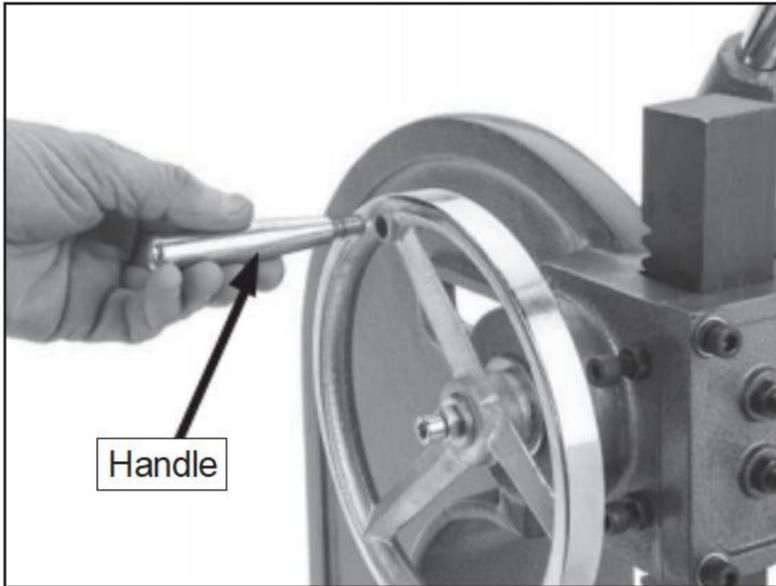

Figure 6. Fixation de la poignée au volant.
1. Fixez la poignée du volant au volant (voir Figure 6).